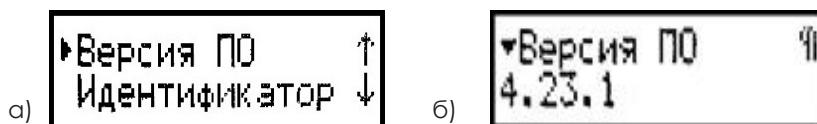

Рисунок 7.2 – Вид пунктов меню «О приборе»:
– выбрать пункт «Версия ПО» (рисунок 7.2а) – на второй строке экрана первые 6 позиций отображают номер версии (рисунок 7.2б);
– выбрать пункт «Идентификатор» (рисунок 7.2а) – на второй строке экрана отобразится идентификационное наименование ПО (рисунок 7.3).